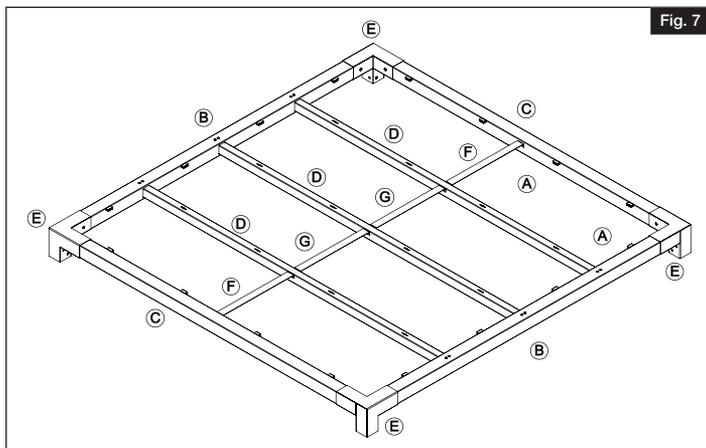

Fig. 7
- 7.** Attach center braces (F) & (G) as shown through rivets (Fig. 7). Four screws per center brace. This completes the top/roof assembly.
7. Fixer les contrevents intermédiaires (F) et (G) comme indiqué avec des rivets (Fig. 7). Utiliser quatre vis par contrevent intermédiaire. Ceci termine l'assemblage du toit.
7. Fije los tirantes centrales (F) y (G) como se muestra mediante remaches (Fig. 7). Cuatro tornillos por cada tirante central. Así se completa el montaje de la parte superior/techo.